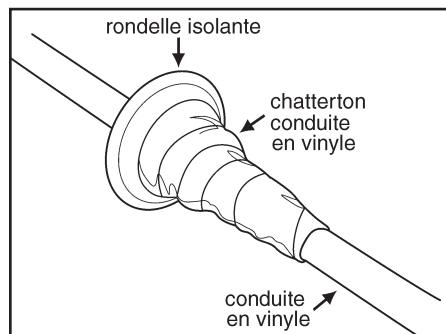

fig. 2
- Fixer la rondelle à la conduite à l'aide de chatterton (voir fig. 2).